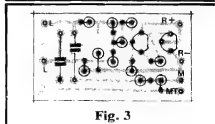
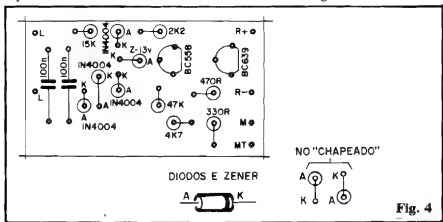

Fig. 3
Fig. 4
- **FIG. 3** - "Chapeado" básico da montagem... Devido ao alto grau de compactação, tornou-se praticamente **impossível** demarcar diretamente nesse **lay out** básico (que encontra-se, na figura, em escala 1:1) os valores, códigos, polaridades, etc., dos componentes, conforme é costume nas montagens de APE (a figura deve, então, ser analisada e considerada **em conjunto** com o próprio diagrama - fig. 4...). Serve, contudo, para parametrar o posicionamento real das peças e também para indicar os terminais de conexões externas (também detalhados nas próximas figuras...). Aos principais, lembramos que num "chapeado" a placa surge vista
- **FIG. 4** - Agora em "escala dobrada", o "chapeado" é revisto incluindo os valores, códigos e polaridades de todos os componentes... Observem, principalmente, as posições e codificações dos dois transístores. Como todos os resistores e **diódos** são montados "em pé", a identificação dos terminais de **anodo** (A) e **catodo** (K) destes últimos, exige um cuidado extra. Na mesma figura temos a aparência dos diódos (vale também para o **zener**), com seus terminais devidamente identificados e codificados, ao lado das duas estilizações adotadas no "chapeado" (com as correspondentes marcações dos seus terminais "A" e "K"...). Lembramos que **todos** os componentes devem ser inseridos até que seus corpos fiquem tão rentes à placa quanto possível (de modo que a "espessura" final do circuito mantenha-se mínima...). Terminadas as soldagens (que devem ser feitas a partir de todos os cuidados cos-